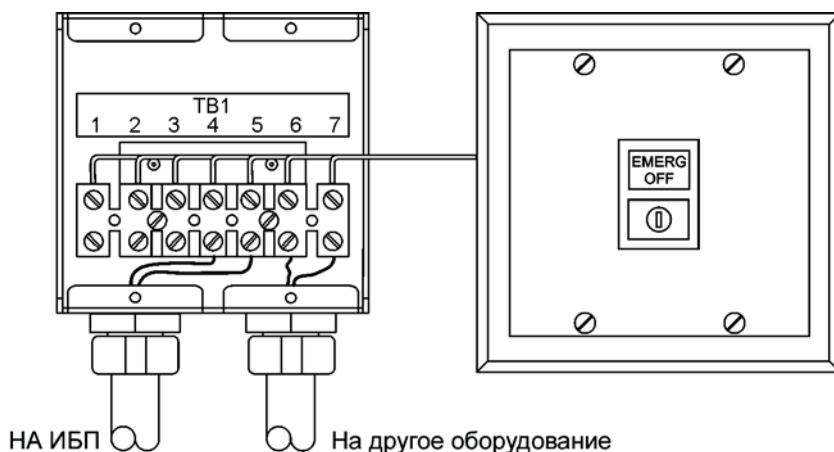

Рис. 4-28. Удаленный выключатель EPO
Удаленный выключатель EPO используется при аварийных ситуациях для дистанционного выключения ИБП и питания критической нагрузки. Удаленный выключатель EPO показан на Рис. 4-28.
- Если необходимо, подключите проводку удаленного выключателя EPO к выключающей цепи защитных устройств. Нормально-разомкнутый (НР) контакт находится между клеммами 6 и 7 удаленного выключателя EPO (где применимо), как показано на Рис. 4-28. Проводка удаленного выключателя EPO должна подключаться согласно электротехническим правилам и нормам.